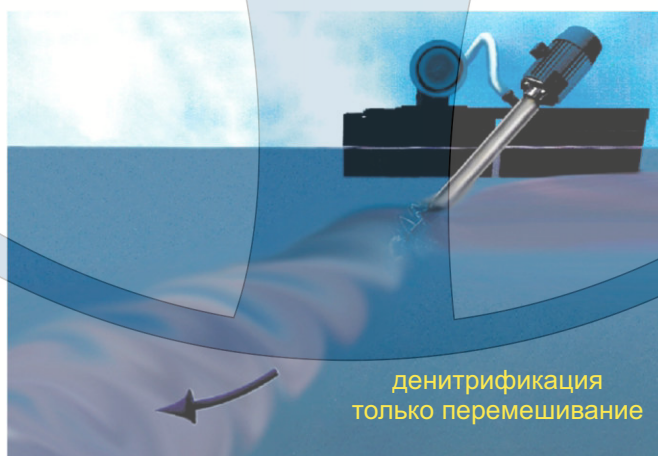

рис.3 - Process Aerator работает только в режиме перемешивания (воздуходувка отключена)
- В режиме «перемешивания» воздуходувка отключена, работает только миксер, который не позволяет осесть твердым частицам и содействует денитрификации (рис.3). Это позволяет экономить энергию при понижении нагрузки путем отключения воздуходувки, или когда воздуходувка отключена из-за ненадобности, в процессе поднятия твердых частиц со дна резервуара. 🌿